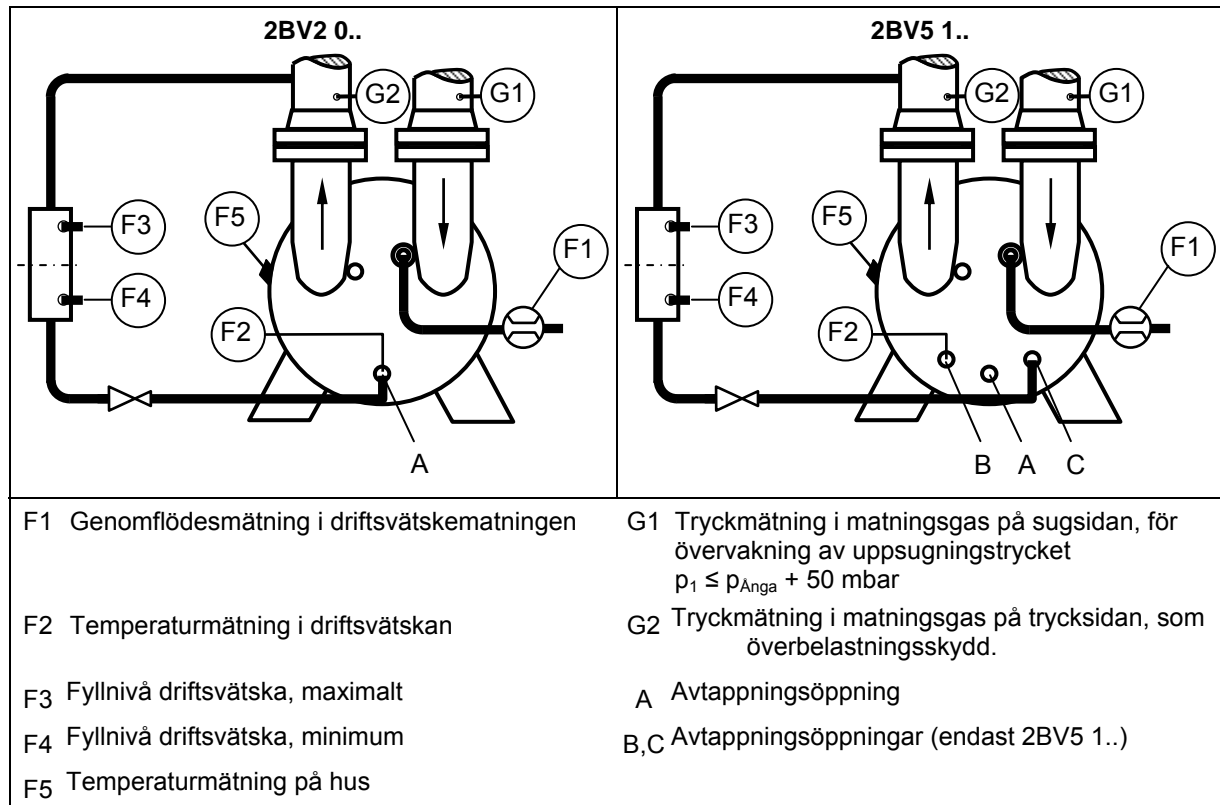

Bild 1 Mätpunkternas placering
För att undvika överbelastning på grund av strypning på trycksidan måste tryckövervakning (G2, Bild 1, sidan 6) installeras efter aggregatets gasutflödesfläns. Vid överskridning av i driftsanvisning 610.44440.65.000 kapitel 3.3, "Användningsvillkor normaldrift" angivet maximalt utflödestryck  $p_{2 \max}$  måste anläggningen stänga av.
- Mätning av volymströmning i driftsvätskan (F1, Bild 1, sidan 6) med lämplig sensor och utvärderingsaggregat. Reglagen måste generera direkta manövreringsbefäl. Vid användning av volymströmningmätaggregat som kan blockera måste dessutom redundansövervakning läggas in. Uppgifter om felsäkerhet samt kalibrerings- och serviceintervaller läses i driftsanvisningen till övervakningsutrustningen.
- b) Temperaturmätning driftsvätska via avtappningsöppning (F2, Bild 1, sidan 6) eller på aggregathus (F5, Bild 1, sidan 6) med lämplig temperatursensor.
Nivågivarna (F3, F4, Bild 1, sidan 6) skall monteras i nivåövervakningen (placering Bild 1, sidan 6).
Nivåövervakningen (Bild 1, sidan 6) är utrustad med en spärrarmatur som öppnar när aggregatet stängts av för att åter stänga före start när fyllnivån ställts in.
Är kontakt mellan aggregat och omgivande atmosfär inte möjlig på grund av använda medier, eller inte önskvärd, skall ledningen återföras till anläggningen bakom spärrarmaturen, på lämpligt sätt och på tryckssidan (Bild 1, sidan 6).